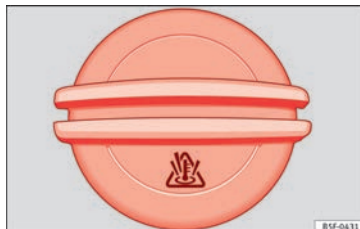

Bild 171 I motorrummet: Locket till expansionstanken för kylmedel
- Expansionstanken för kylvätska känns lätt igen på symbolen » på locket » bild 171.